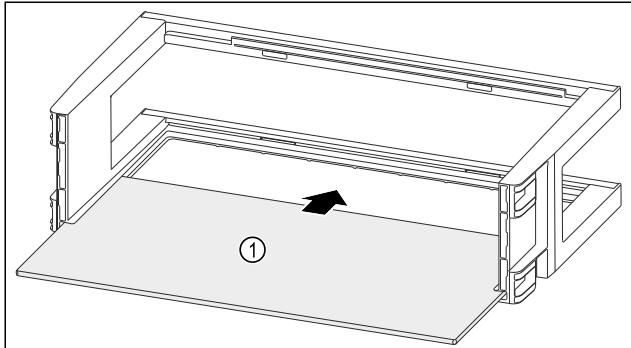

Fig. 124
- ▶ Вкарайте рафта Fig. 124 (1) в страничните прорези.